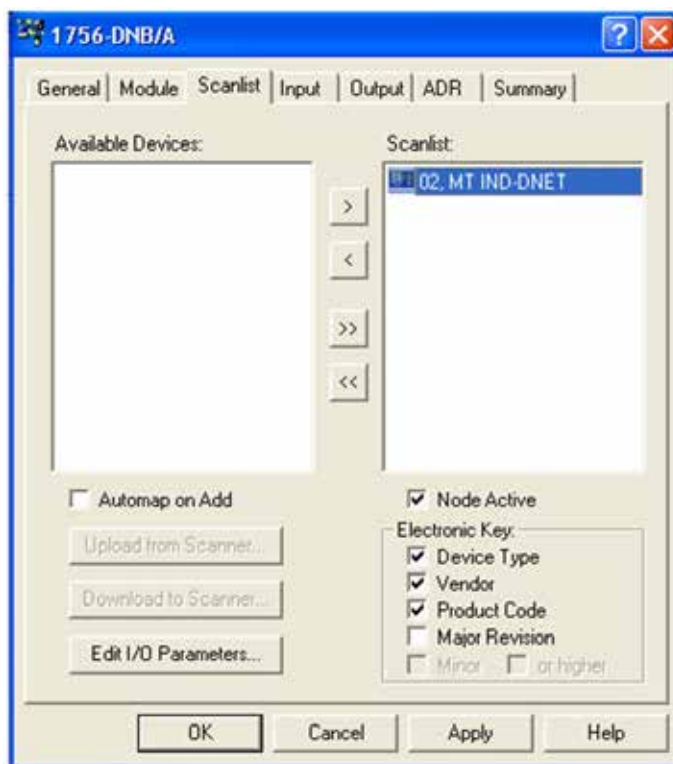

Abbildung 3-18: IND-Terminal zur Scanliste hinzugefügt
8. Markieren Sie das IND-Terminal (MT IND-DNET) und klicken Sie mit der linken Maustaste darauf, um es zur Scanliste hinzuzufügen. Sobald das IND-Terminal hinzugefügt wurde, erscheint es im rechten Teilfenster (Abbildung 3-18). Klicken Sie auf OK.
9. Bearbeiten Sie im nächsten Schritt die I/O-Parameter des IND-Terminals, indem Sie auf die Schaltfläche **Edit I/O Parameters** (I/O-Parameter bearbeiten) klicken (siehe Abbildung 3-18). Die I/O-Größe hängt vom Datentyp und der Anzahl der im Terminal ausgewählten Zeitfenster ab. Beachten Sie, dass Zeitfenster ein Terminalbegriff ist, der in der Regel bei DeviceNet nicht verwendet wird; er leitet sich aus der vorhergehenden PLC-Speicherzuordnung ab. Der Begriff wird in der Terminalkonfiguration verwendet, um in der gesamten METTLER-TOLEDO-Terminalreihe konsistent zu bleiben. Für die Formate Ganzzahl oder Teilstrich mit einem Nachrichtenzeitfenster werden 4 Bytes für den Eingang und 4 Bytes für den Ausgang verwendet. Für die Formate Ganzzahl oder Teilstrich mit zwei Nachrichtenzeitfenster werden 8 Bytes für den Eingang bzw. 8 Bytes für den Ausgang verwendet. Für das Gleitpunktformat sind es immer 8 Bytes für den Ein- und Ausgang.